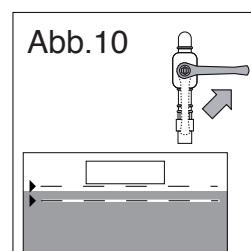

Abb.10
3. Hahn schließen und Behälter in den Grauwasser-Ausguss entleeren (Abb. 10, Abb. 10A).
3. Hahn schließen und Behälter in den Grauwasser-Ausguss entleeren (Abb. 10, Abb. 10 A).